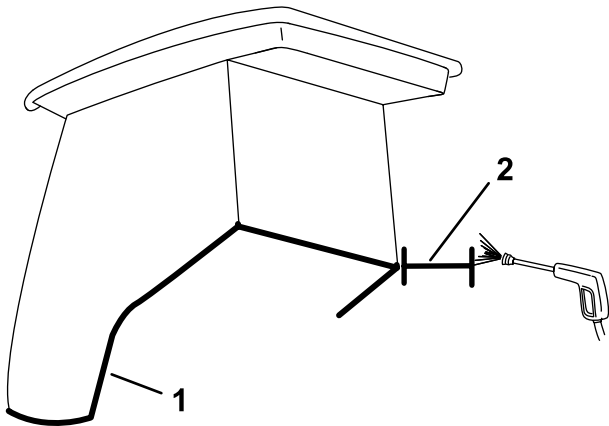

Figure 32
**Important:** Faites attention près des joints de la cabine (Figure 32). Si vous utilisez un nettoyeur haute pression, n'approchez pas le jet à moins de 60 cm de la machine. N'utilisez pas le jet haute pression directement sur les joints de la cabine, les joints des vitres, ou le porte-à-faux arrière.